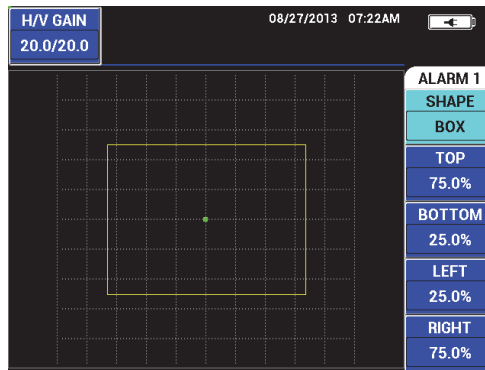

Abbildung 5-241 Alarmmenü
2. Drücken Sie die Funktionstaste A, um die **FORM** des Alarms hervorzuheben und wählen Sie dann mit dem Drehknopf den gewünschten Alarmtyp aus: **FELD**, **Y/T-ANZ**, **SEKTOR**, oder **POLAR** (siehe Abbildung 5-241 auf Seite 318).